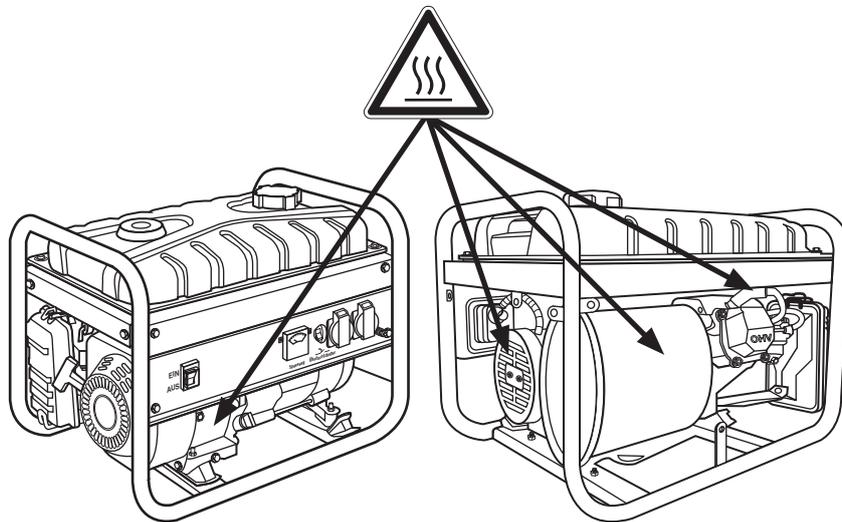

Abb. 11 (ohne Schutzbleche)
<p>WARNUNG  Während des Betriebs werden einige Teile des Gerätes wie z.B. die Schutzbleche (22), sehr heiß! Seien Sie vorsichtig im Umgang mit dem Gerät und vermeiden Sie den Kontakt mit den heißen Oberflächen – Verbrennungsgefahr! (Abb. 11)</p>